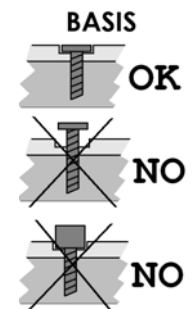

FIG. 3
**VORSICHT:** Wenn Sie NICHT die gelieferten Schrauben benutzen, stellen Sie sicher, daß der Schraubenkopf genau am vorgesehenen Ort ist (Fig.3) und den elektrischen Stromkreis nicht berührt.